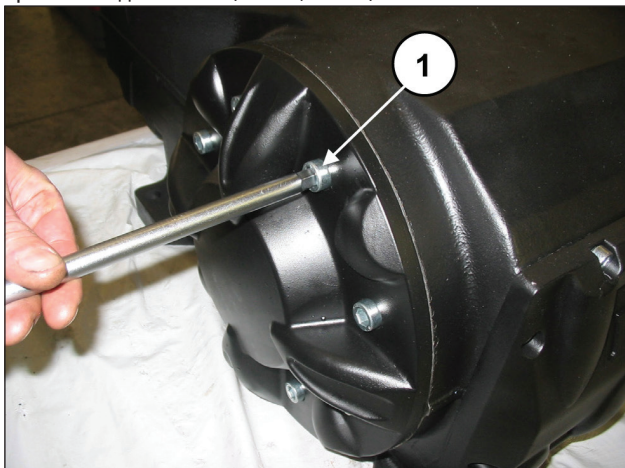

Рис. 4
С противоположной стороны открутите винты крепления крышки подшипника (поз. ①, Рис. 4) и снимите ее.